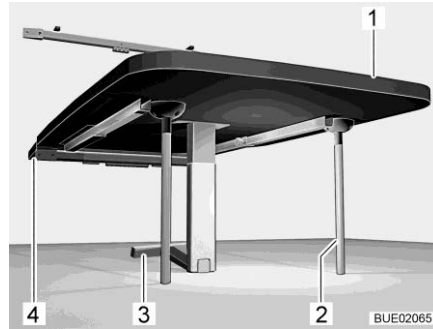

Bild 135 Hängbord som sängbotten
- Lyft bordsskivan (Bild 135,1) framifrån.
- Sänk ned den nedre delen av det ledade stödbenet (Bild 135,3) med 90°.
- Sätt i ytterligare två stödfötter (Bild 135,2) i behållarna på undersidan av bordsskivan.
- Sätt i och lås bordet i den nedre fästlisten (Bild 135,4).